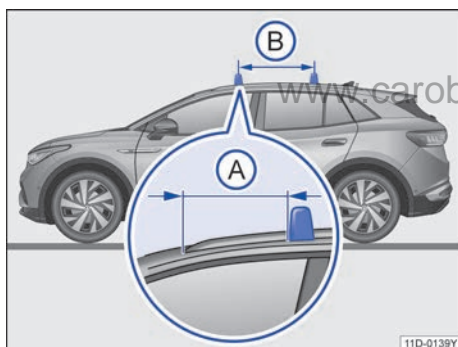

图 122 配备车顶行李架基架的汽车：行李架杆的固定点
行李架杆安装在车顶行李架基架上。同时前行李架杆与前车顶行李架脚→图 122(A)之间的距离为 16 cm。行李架杆的相互距离(B)应大约为 70~75 cm。
- 行李架杆只能安装在平行箭头→图 122(B)之间。